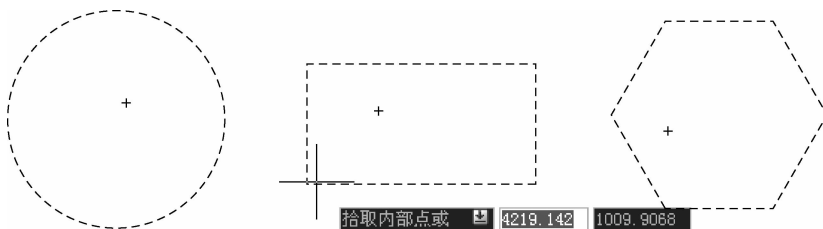

图 3-13 添加拾取点
(1)“添加:拾取点”按钮 。用于根据图中现有的对象自动确定填充区域的边界,该方式要求这些对象必须构成一个闭合区域。单击该按钮时,对话框将暂时关闭,系统提示用户拾取一个点,此时可以在闭合区域内单击,系统会自动以虚线形式显示用户选中的边界,如图 3-13 所示。